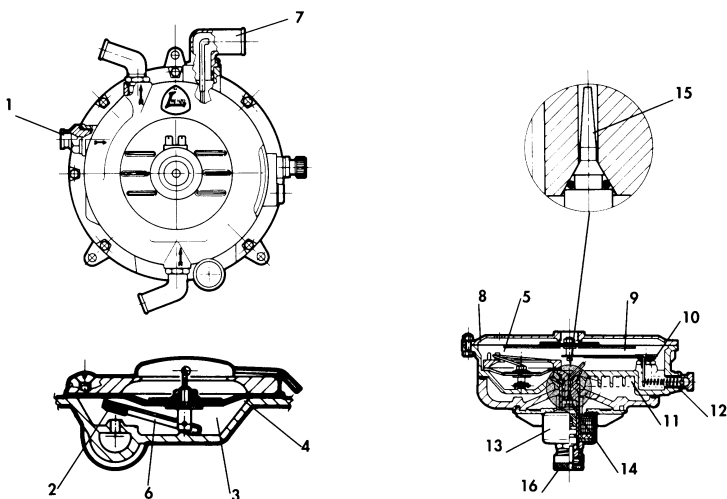

Fig. 2
2. FUNZIONAMENTO DEL RIDUTTORE (Fig. 2)